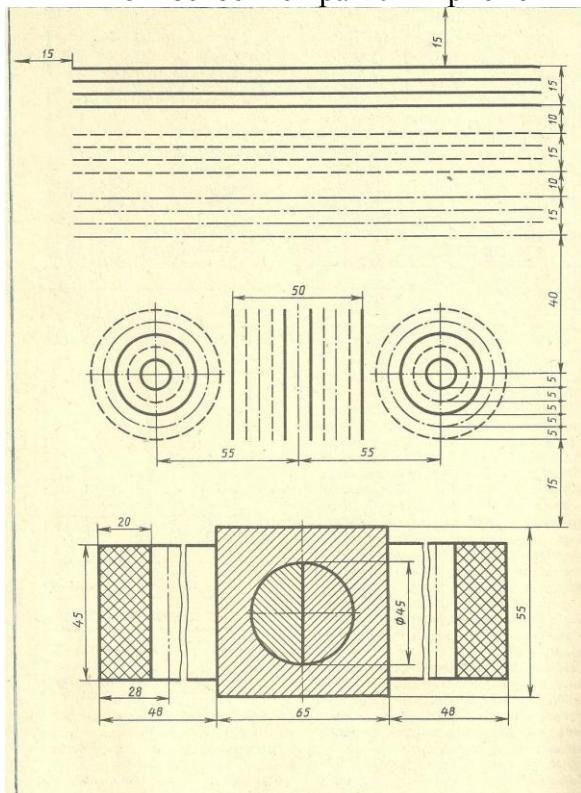

Рисунок 4 – образец задания
4. Вычертить приведенные линии и изображения, соблюдая их указанное расположение, рис.4;